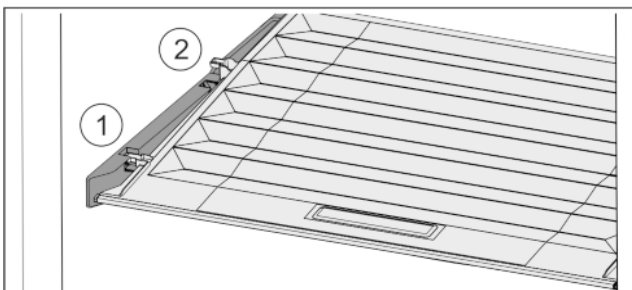

Fig. 33
- ▶ Arrastre hacia adelante Fig. 33 (1) la tapa hasta la abertura en las piezas de soporte.
- ▶ Levántela de la parte trasera desde abajo y quítela Fig. 33 (2) hacia arriba.